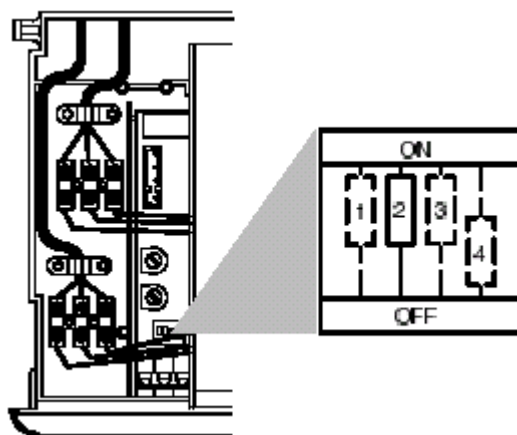

Fig. 8.2.
7. Colocar o micro selector “2”, fig.8.2, em “OFF” para os gases Butano e Propano e em “ON” para o Gás Natural.